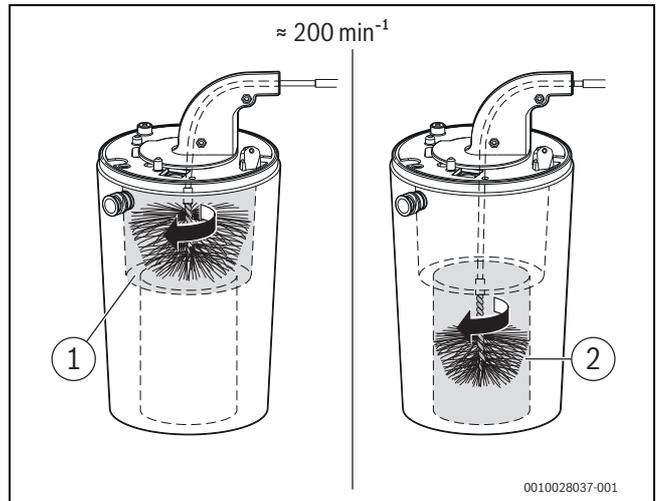

Fig. 60 Pulizia dello scambiatore primario (circa 200 min^{-1} , solo rotazione destrorsa)
- ▶ Ripetere l'operazione nella parte inferiore con la spazzola piccola (→ fig. 60, [2]).